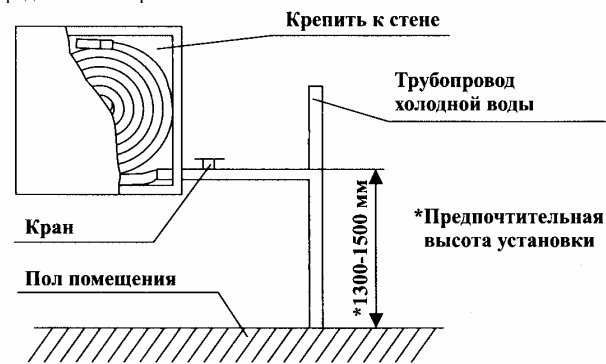

Рис. 2 Схема размещения ШПК-1
6.4 Подключить «шкаф» к отдельному крану на хозяйственно-питьевом водопроводе. Схема размещения представлена на рис. 2.